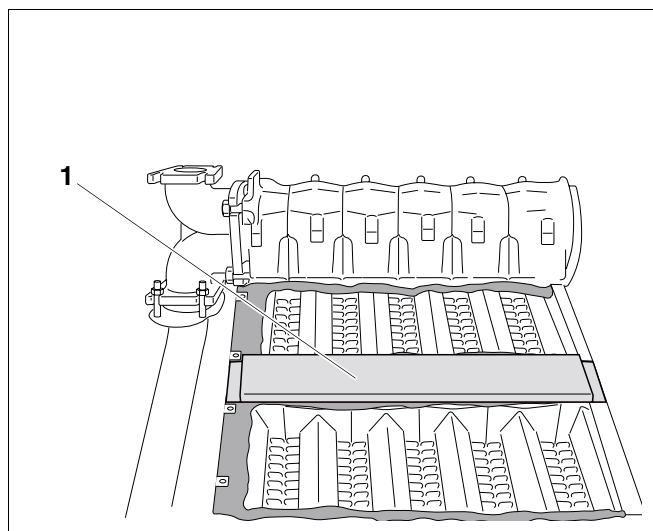

Fig. 34 Poziționarea peretelui de mijloc
- Piesa de mijloc (fig. 34, **poz. 1**) se poziționează coliniar cu cantul din față.
- Se orientează piesa de mijloc (fig. 34, **poz. 1**) și se înșurubează din față cu un șurub cu cap plat 3,9 x 9,5.